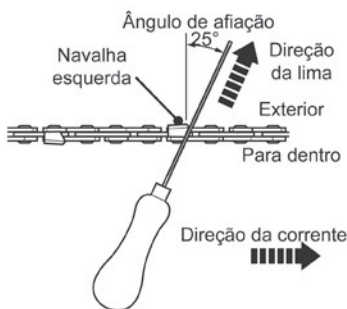

Fig. 73
- > Lime num ângulo perpendicular à guia e num ângulo de 25° em relação à direção do deslocamento (Fig. 73).